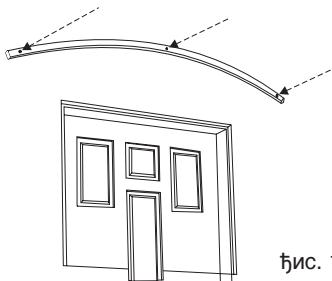

Рис. 1
1. Обозначение монтажных отверстий козырька к стене. Для обозначения монтажных отверстий используем околостенную дугу ①. Приложить дугу к стене и отметить отверстия при помощи сверла диаметром 8 мм. В отмеченных местах необходимо просверлить отверстия диаметром 10 мм и глубиной 120 мм. (Рис.1)